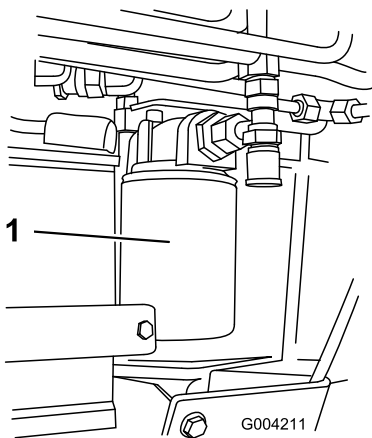

Figura 51
4. Coloque un recipiente debajo del filtro (Figura 51).
5. Retire el filtro usado (Figura 51) y limpie con un paño la superficie de la junta del adaptador del filtro.
7. Instale el filtro hidráulico nuevo en el adaptador del filtro (Figura 51). Apriete el filtro en el sentido de las agujas del reloj hasta que la junta de goma entre en contacto con el adaptador del filtro, luego apriete el filtro tres cuartos de vuelta más.